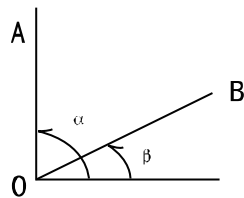

Fig.8
- (1) Lire le cercle avec la ligne de visée A de la chevelure verticale pour obtenir l'angle α .
- (2) Tournez l'instrument sur le viseur B pour obtenir l'angle β .
- (3) $\angle AOB = \alpha - \beta$ (Figure 8)